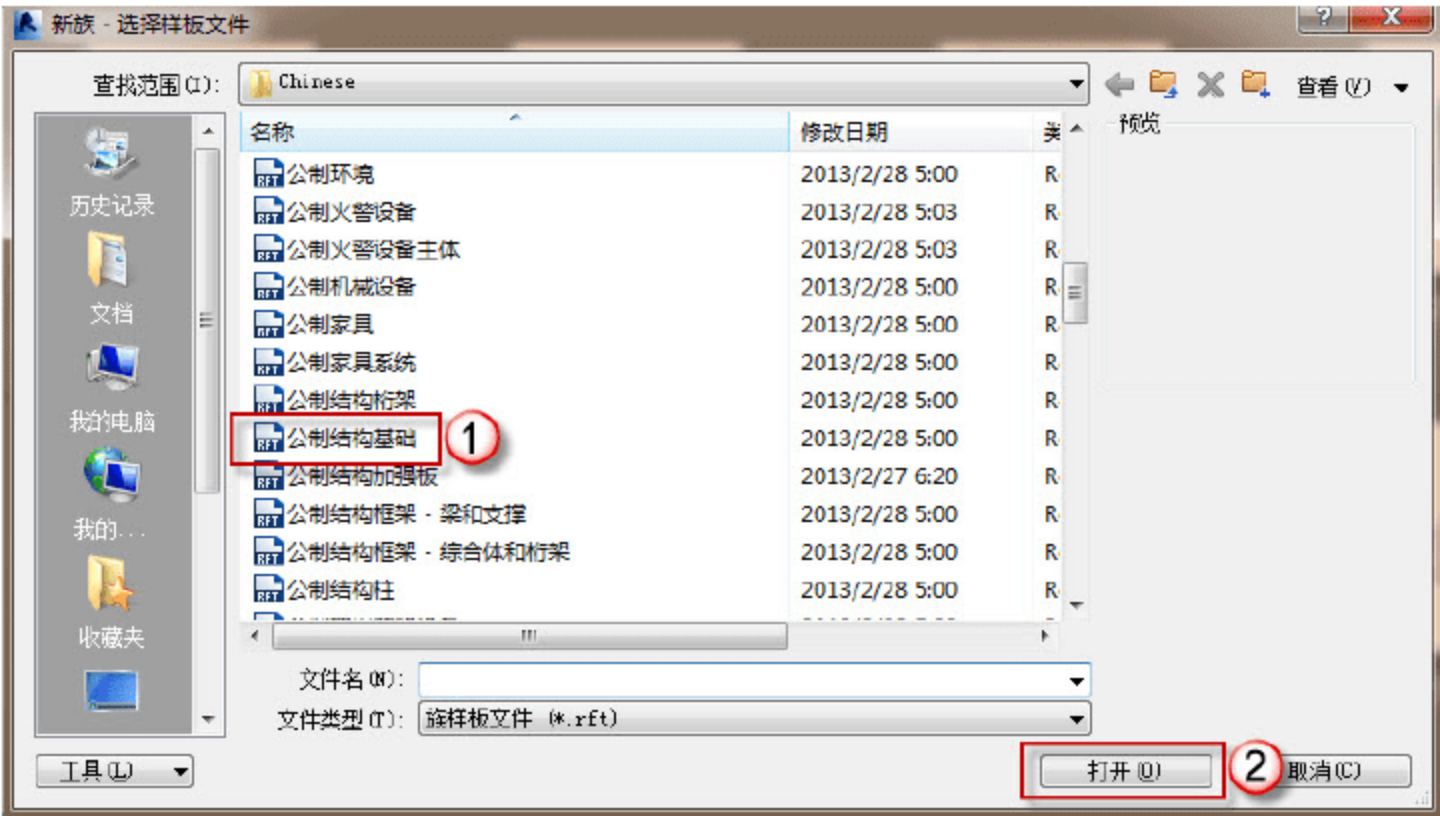

图 2.2.1 新建桩族
(1) 新建族。选择“新建”→“族”命令，在弹出的“新族-选择样板文件”对话框中，选择“公制结构基础”选项，并单击“打开”按钮，如图 2.2.1 所示。